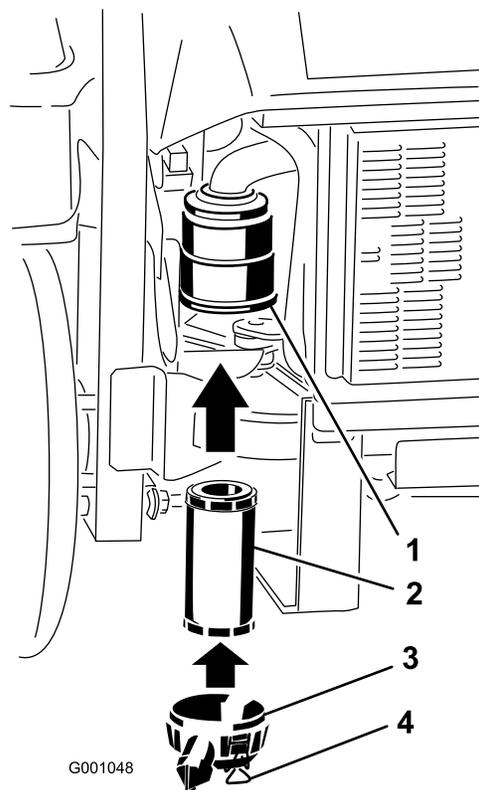

Bild 33
2. Schieben Sie den Filter vorsichtig in das Gehäuse (Bild 33). Stellen Sie sicher, dass dieser einwandfrei einliegt, indem Sie beim Einbauen auf den äußeren Rand des Filters drücken.
3. Bringen Sie die Luftfilterabdeckung an und befestigen Sie die Riegel (Bild 33).